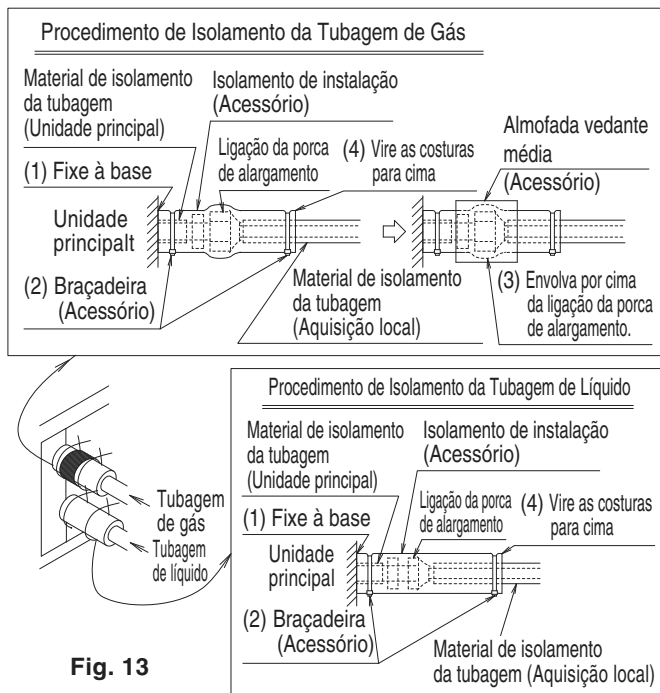

Fig. 13
- Depois de verificar se a ligação de gás tem fugas de gás, certifique-se de que isola a tubagem de líquido e gás. **(Consulte a Fig. 13)**